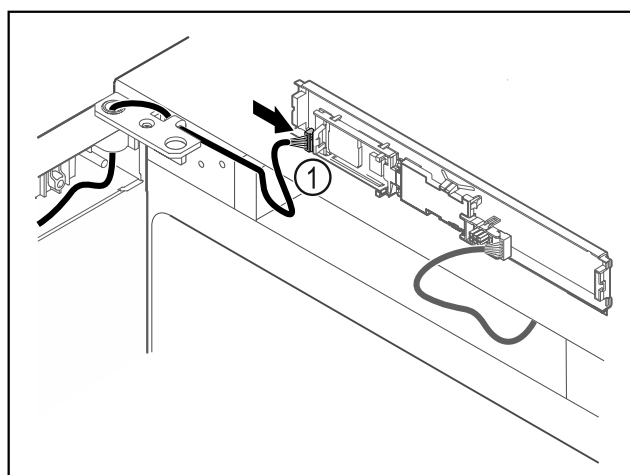

Fig. 56
- Enchufar el conector Fig. 56 (1) en la platina.